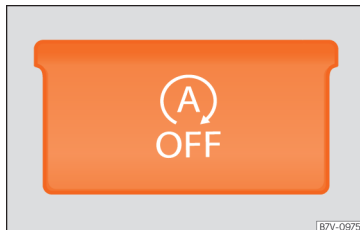

Abb. 236 Ansicht der Mittelkonsole: Schalter für Start-Stopp-Betrieb.
- Um das Start-Stopp-System manuell aus-/einzuschalten, drücken Sie die Taste  »» **Abb. 236**.